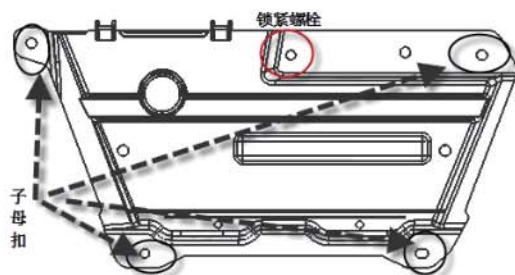

图 4-6-1 副车架挡泥板的拆卸示意图
- （1）按图 4-6-1 中箭头所示，用一字起在四孔处依次拆卸子母扣（共 4 个）；